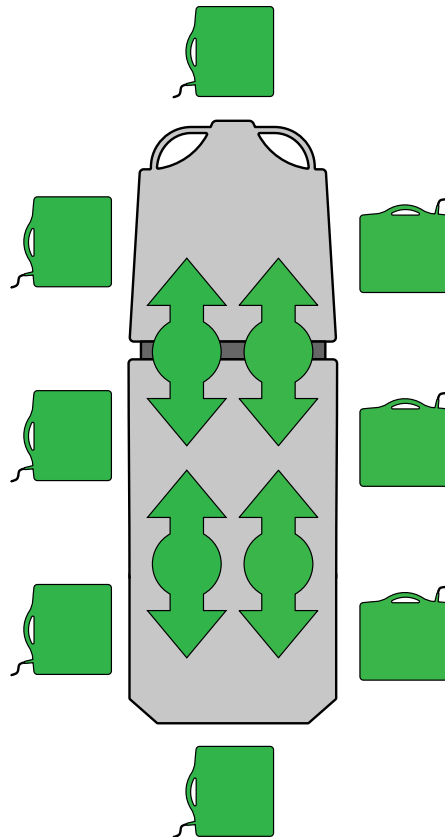

Abbildung 21 – Einlegen oder Herausnehmen von Röntgenkassetten
1. Den Patienten mithilfe der Positionsanzeigetafeln an allen Seiten des Produkts (siehe) mittig auf dem Produkt positionieren (Abbildung 21).